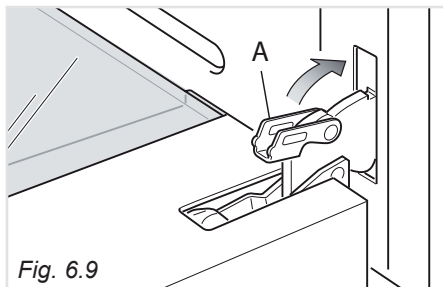

Fig. 6.9
- Aprire completamente la porta del forno e richiudere la leva "A" delle cerniere destra e sinistra (fig. 6.9).